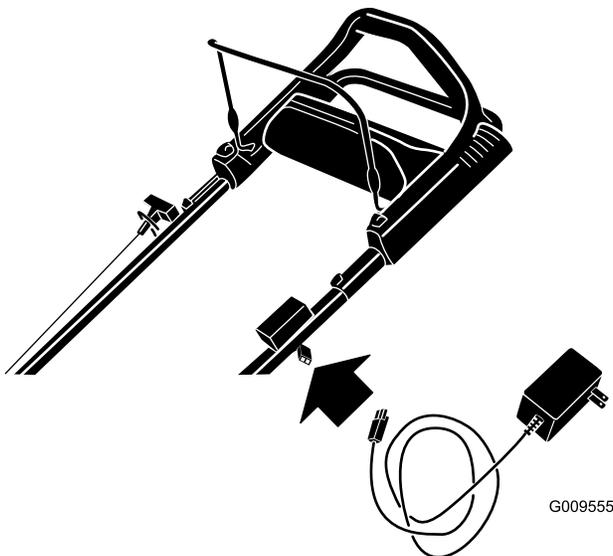

Рисунок 25
1. Подсоедините зарядное устройство к жгуту проводов газонокосилки, расположенному под кнопкой электрического запуска (Рисунок 25).